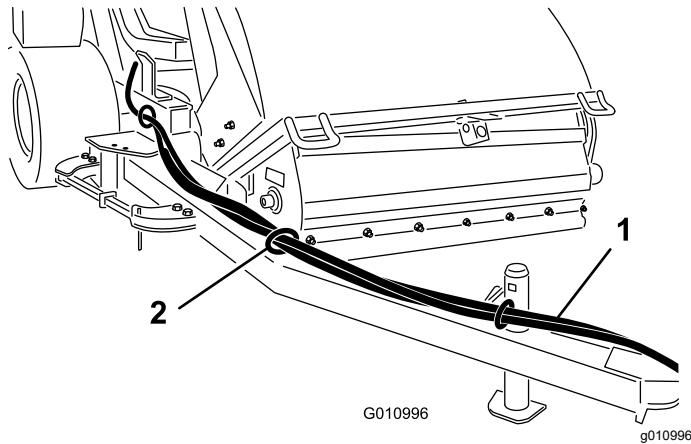

Figura 11
1. Infilate i flessibili idraulici e il cablaggio preassemblato nelle guide dei flessibili davanti al timone di traino (Figura 11).